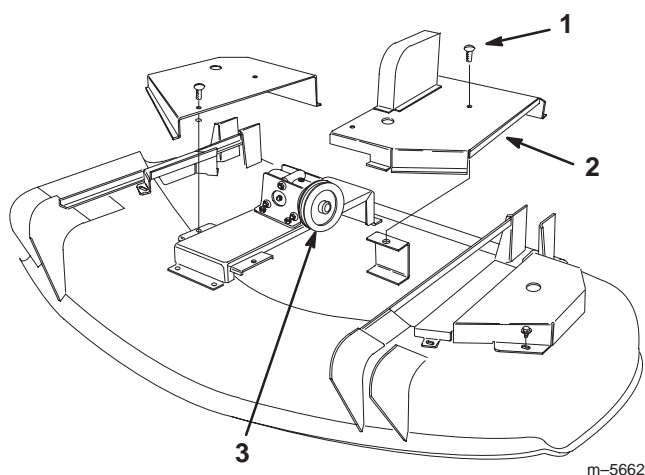

Figure 8
1. Desserrez les 2 fixations sur le carter intérieur gauche du plateau. Déposez le carter pour exposer la poulie d'entrée du boîtier d'engrenages (Fig. 8).
4. Reposez le carter intérieur gauche sur le plateau à l'aide des fixations (Fig. 8).